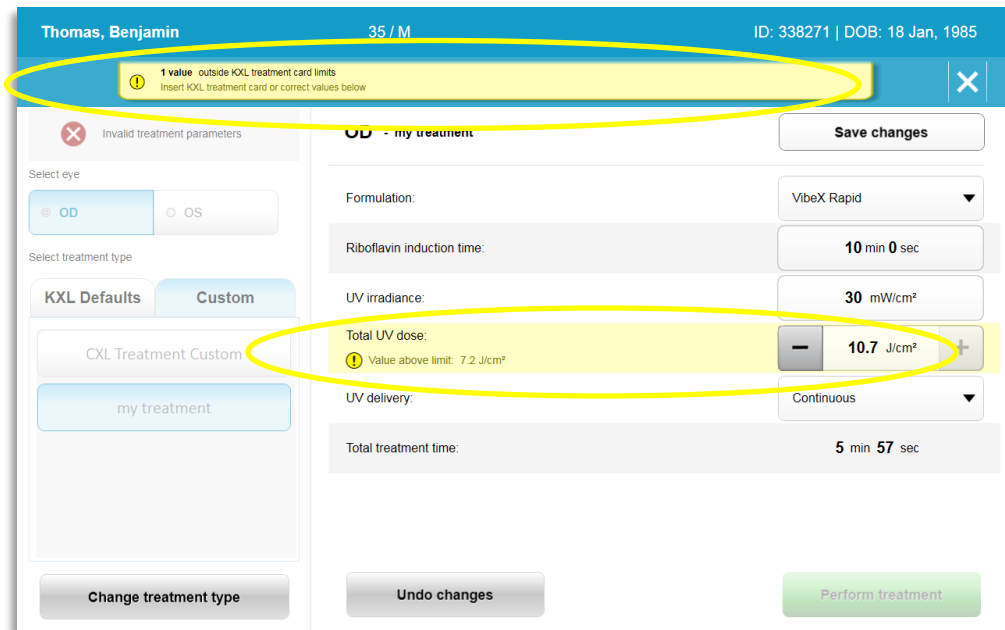

Figure 3-15. Paramètres de traitement non valides
- S'il ne reste aucun traitement sur la carte, le système avertit l'utilisateur de la nécessité d'insérer une autre carte, comme illustré à la figure 3-15.